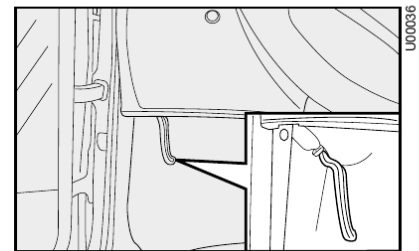

fig. 66
- 1) puxar a alavanca fig. 66.